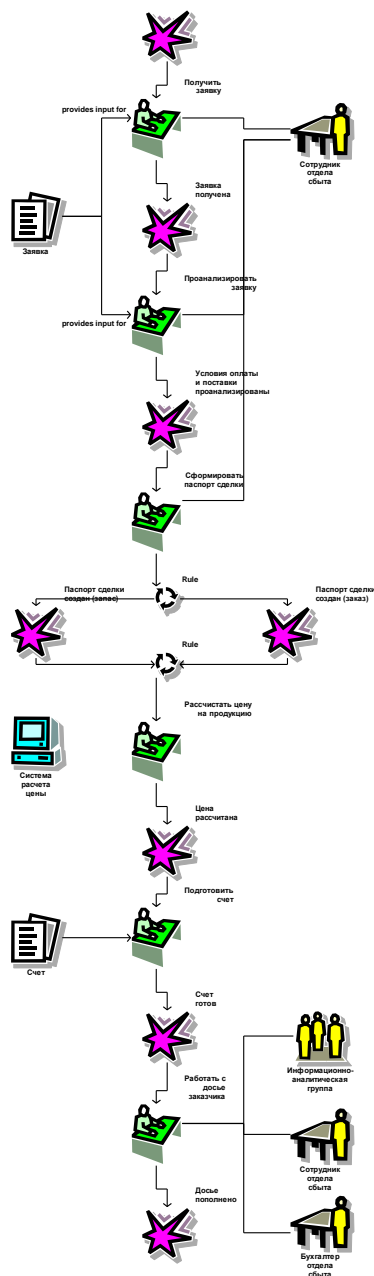

Рис. 12. Процесс обработки заявки
50. Выключите сетку, нажимая на кнопку *Toggle Grid* . У Вас должна получиться диаграмма, как на рис. 12. Создание модели «Обработка заявки», таким образом закончено.